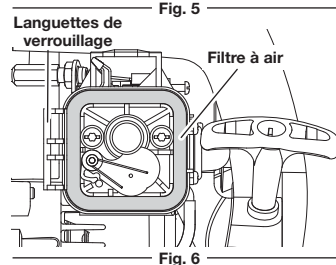

Fig. 6
- Remettez le filtre à air (Fig. 6).